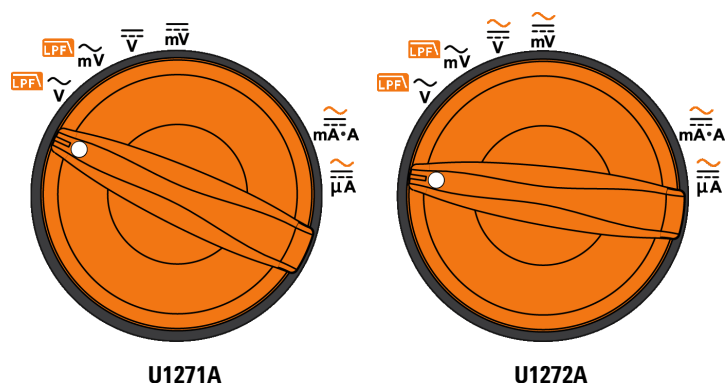

図 2-35 周波数測定が可能な機能
マルチメータでは、周波数、デューティ・サイクル、またはパルス幅測定を使用した、リアルタイム電圧または電流の同時モニタが可能です。図 2-35 に、マルチメータで周波数測定を使用できるプライマリ機能を示します。
- 1 周波数を測定するには、図 2-35 に示す周波数測定が可能なプライマリ機能の1つにロータリ・スイッチを合わせます。
- 1 パルス幅を測定するには、図 2-35 に示す周波数測定が可能な機能の 1 つにロータリ・スイッチを合わせます。
- 1 デューティ・サイクルを測定するには、図 2-35 に示す周波数測定が可能な機能の 1 つにロータリ・スイッチを合わせます。